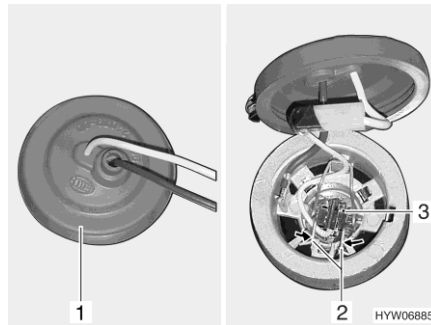

Fig. 289 Faros antiniebla
- Introducir la mano detrás de la luz antiniebla y sacar la caperuza de goma (Fig. 289,1) de la caja de la luz.
- Oprimir el arco metálico (Fig. 289,2) y bascularlo hacia fuera del soporte.
- Sacar la bombilla (Fig. 289,3) con el cable de la caja de la luz.